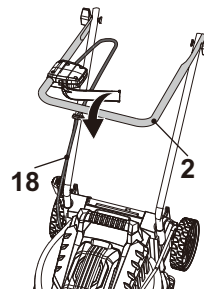

Fig. 15
2. Saisissez le guidon (2) et repliez l'assemblage du guidon pour le rangement (Fig. 15). Assurez-vous que le câble électrique (18) ne soit pas comprimé.
3. Resserrez ensuite les pommeaux (5) en les tournant dans le sens horaire.